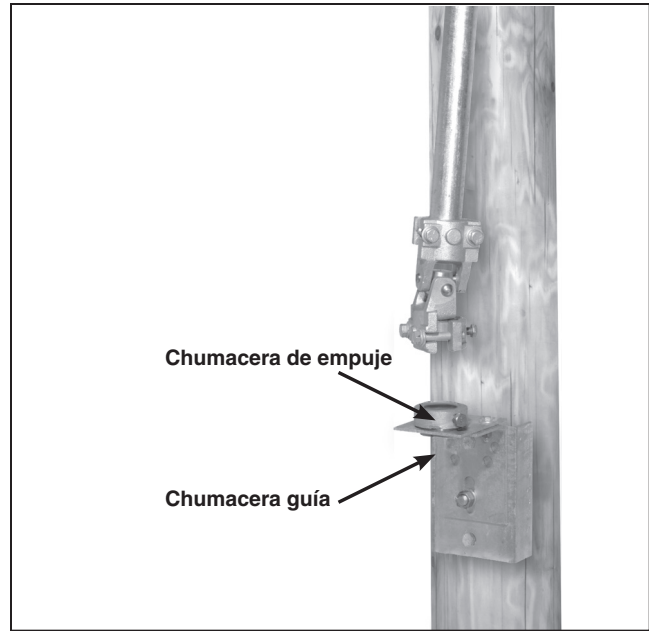

Figura 17. Instalación de la chumacera guía.
**PASO 15.** Posicione e instale el ensamble de la chumacera guía en el poste según las dimensiones que se muestran en el plano de montaje. Vea la Figura 17.